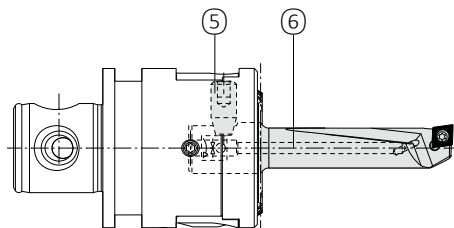

Fig. 2
**Outils d'alésage Mini (Fig. 2)**
**Porte-outil (Fig. 2)**